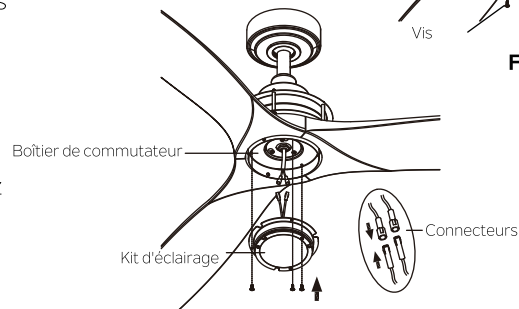

Fig. 26
Étape 6. Tenez le kit d'éclairage au niveau du boîtier de commutateur et connectez les fils BLANCS du kit d'éclairage et du ventilateur en rapprochant les connecteurs. Procédez comme pour les fils NOIRS. (Fig. 26)
Étape 7. Rangez les connexions soigneusement dans le kit d'éclairage. Alignez les trois trous arrondis sur le kit d'éclairage et le boîtier de commutateur. Serrez fermement les 3 vis retirés au cours de l'étape 5 pour fixer 5. (Fig. 26)